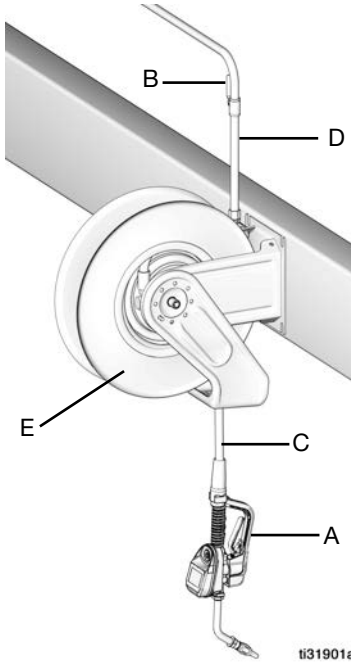

FIG. 4
La instalación típica que se muestra en la FIG. 4 se facilita solo a modo de referencia. No es un diseño del sistema completo. Póngase en contacto con su distribuidor de Graco si desea obtener ayuda para planificar un sistema adecuado a sus necesidades.
2. Cierre la válvula de cierre de fluido (B, Fig. 4, página 9).
1. Cierre la válvula de cierre de fluido (B, véase FIG. 4, página 9) en cada posición de dosificación.
4. Abra poco a poco la válvula de cierre del fluido (B) en la posición de dosificación. Limpie con una cantidad suficiente de aceite para garantizar que todo el sistema está limpio; a continuación, cierre la válvula.